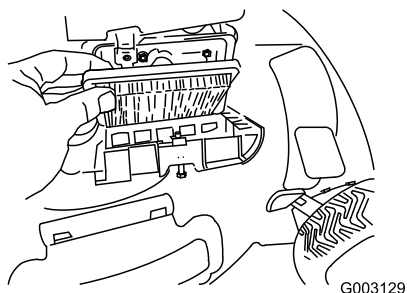

Figure 46
4. Remettez le couvercle en place (Figure 46).